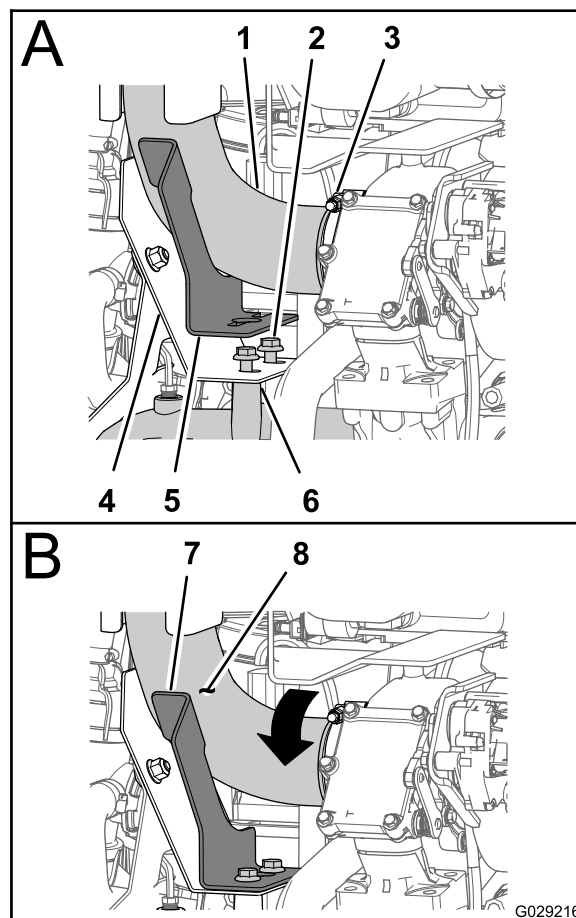

Figura 15
2. Solte os 2 parafusos flangeados (10 x 20 mm) que fixam o protetor traseiro superior do escapamento aos espaçadores do coletor de escapamento (A na Figura 15).
3. Instale o gabarito de alinhamento do tubo no protetor do escapamento, sob os parafusos flangeados (A na Figura 15), e aperte os parafusos com torque de 17 a 21 N·m (47 a 57 pés-lb).
4. Gire o tubo de escapamento de modo que a superfície do tubo esteja rente à aba menor do gabarito de alinhamento do tubo (B na Figura 15).